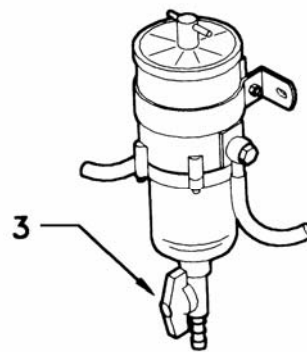

Fig. 7.6
Einen kleinen Behälter unterstellen und die Flügelschraube (3) an der Unterseite des Filters lockern (Abb. 7.6). Das angesammelte Wasser ablaufen lassen. Die Flügelschraube wieder zudrehen, sobald Kraftstoff ohne Wasser ausläuft.